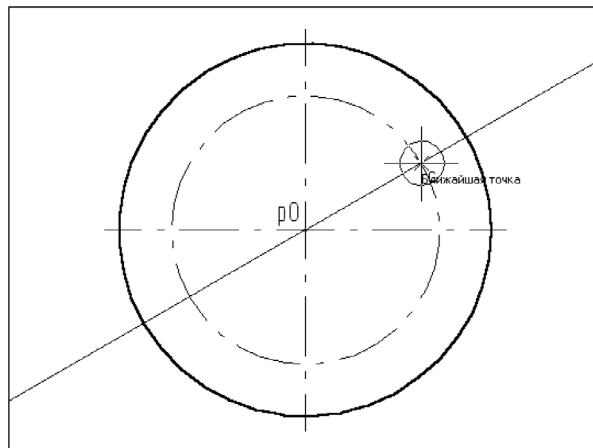

Рис. 11.7. Построение окружности
4. Нажмите кнопку **Окружность**. Постройте окружность радиусом 3 мм с центром в найденной точке (рис. 11.7).